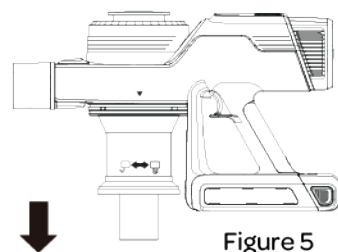

Figure 5
3. Tourner le réceptacle à poussière vers la gauche pour le libérer, en alignant la flèche supérieure du corps de l'aspirateur avec la flèche située à droite du réceptacle à poussière (Figure 5).
4. Tirer le réceptacle à poussière vers le bas pour le détacher du corps de l'aspirateur (Figure 5).